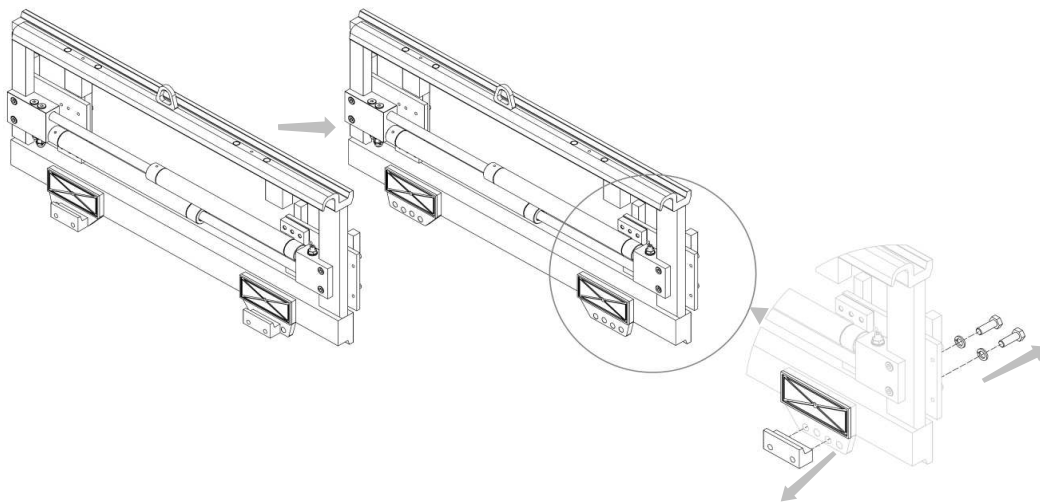

Figura 24
3. Rimuovere i ganci inferiori dalla struttura (vedi *Figura 24*; nelle seguenti Figure viene indicata l'attrezzatura 575, ma è solamente a puro scopo indicativo, visto che la procedura per rimuovere l'attrezzatura dal carrello è la medesima per tutti e 4 i tipi).